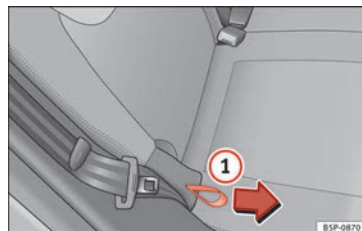

Bild 80 Inställning av det bakre ryggstödet i vinkel.
- Håll högst upp i ryggstödet. Dra i öglan i sidan av sätet » bild 80 ① i pilens riktning och håll kvar den i detta läge. Tryck ryggstödet till önskat läge och släpp öglan.